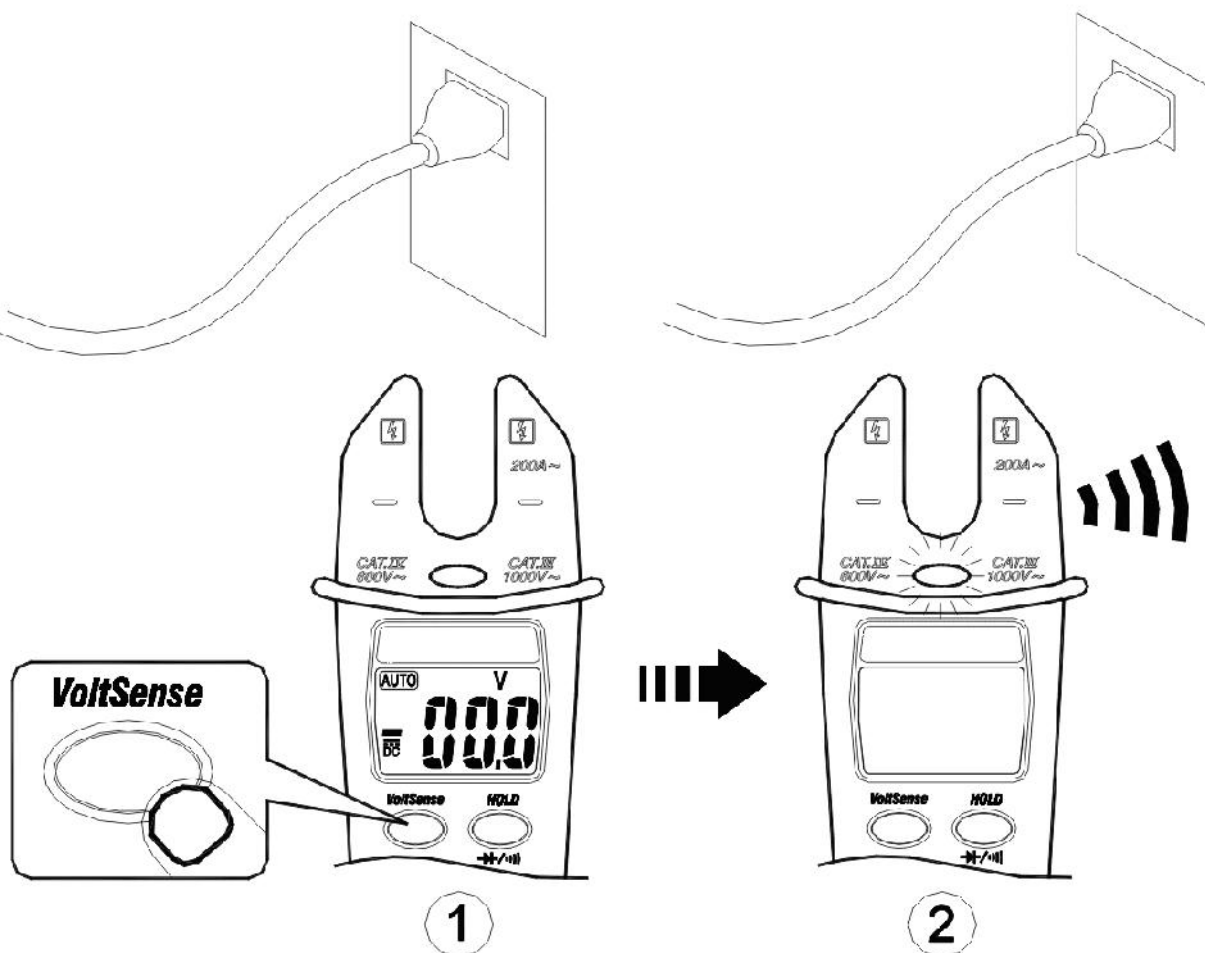

Fig. 4: Ved at holde på "VoltSense" knappen
2. Ved tryk på **VoltSense** knappen (se Fig. 4). Displayet går "sort", den røde LED vil blinke og en brummer lyd høres et kort øjeblik.
3. Ved at holde **VoltSense** knappen nede og flytte den åbne strømtang hen i nærheden af den installation man vil måle på, eller endnu bedre føre lederen ned i den åbne strømtang (se Fig. 4 – del 2). Den røde LED diode vil altid tænde og brummeren vil afgive lyd, hvis der detekteres AC spænding.